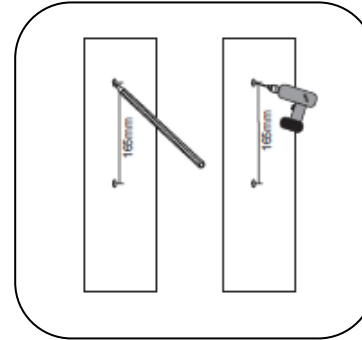

Figura 1
- Con un taladro eléctrico y una broca de diámetro de 1 / 8 " (3mm). Haga los dos agujeros a una profundidad de 1,2 " (30mm). Apriete los dos tornillos para madera (W-A) a una distancia de 3 mm de pared. Como se muestra en la figura 1 y 2.